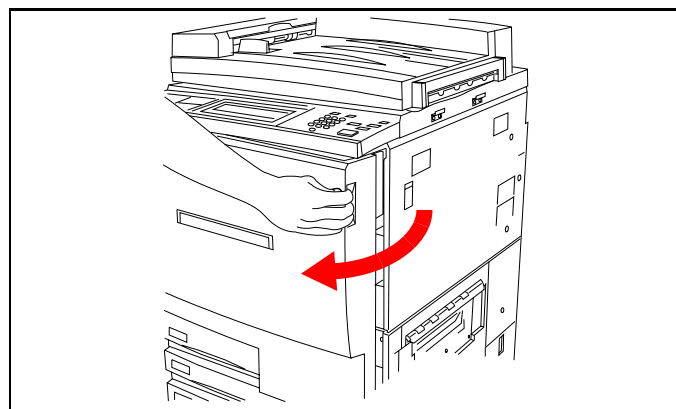
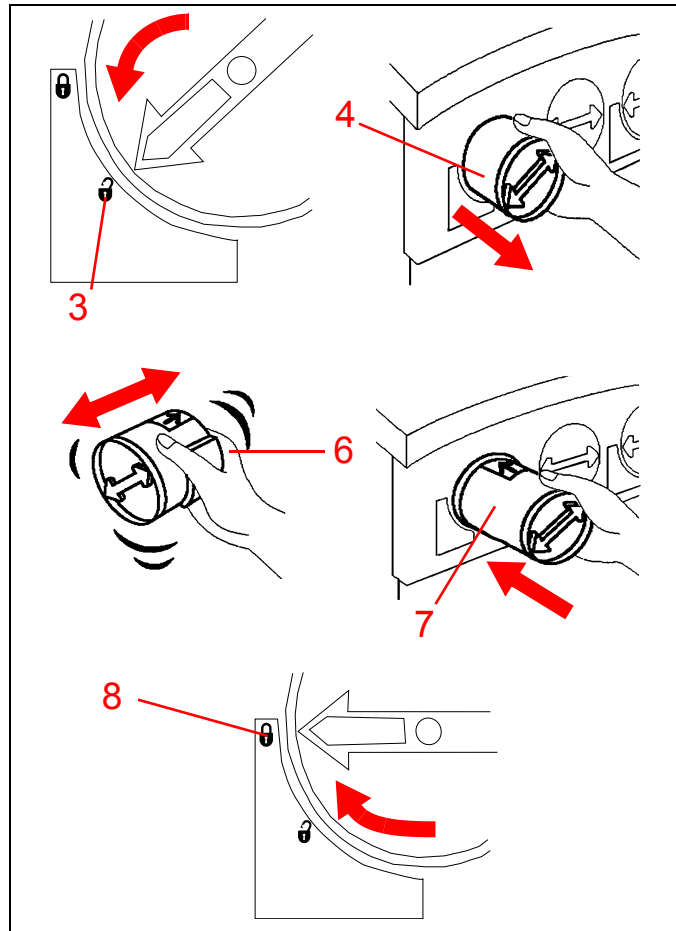

Figura 18
Figura 22
**Demuestre** cómo abrir la puerta delantera de la impresora. Consulte la Figura 18.
1. Consulte la Figura 22. Abra la puerta delantera de la impresora DocuColor 12. (Consulte la Figura 18 de la página 11.)